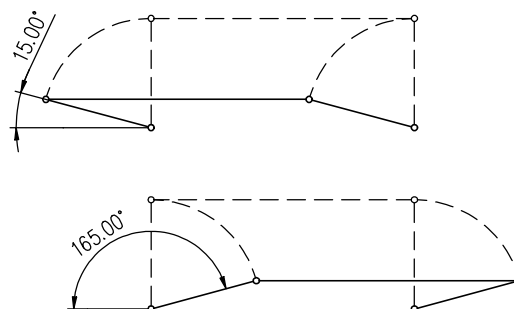

Рис. 1
- ради безопасного применения ЭП необходимо присоединить внешний и внутренний зажим. Установка **внешнего и внутреннего заземляющего зажима** изображена на **Рис.1а и Рис1б.**
Механическое присоединение рычажное (рис. 1)
- При сборке рычажного механизма следите затем чтобы угол между рычагом и тягой не был меньше 15° и больше 165° . (Рис.1)